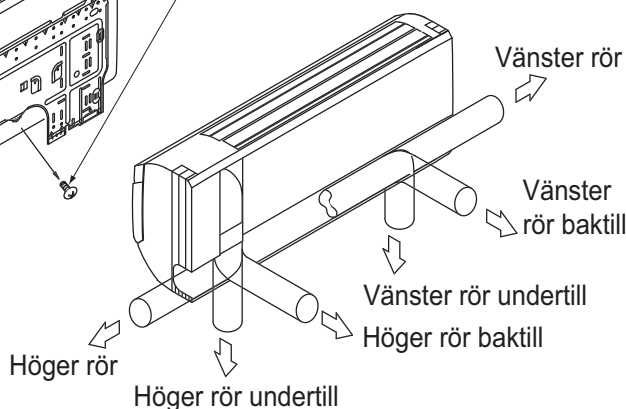

Bild 4
**(2) Öppna genomföringshålet för rördragning.**
- Kylmediumrör och dräneringsrör kan dras ut i någon av 6 olika riktningar: vänster, botten-vänster, bak-vänster, höger, botten-höger eller bak-höger. **(Se bild 4)**
- Använd stansmärket på installationsplattan (1) för att välja var rördragning ska föras ut och öppna ett genomföringshål (ø80 mm) i väggen.